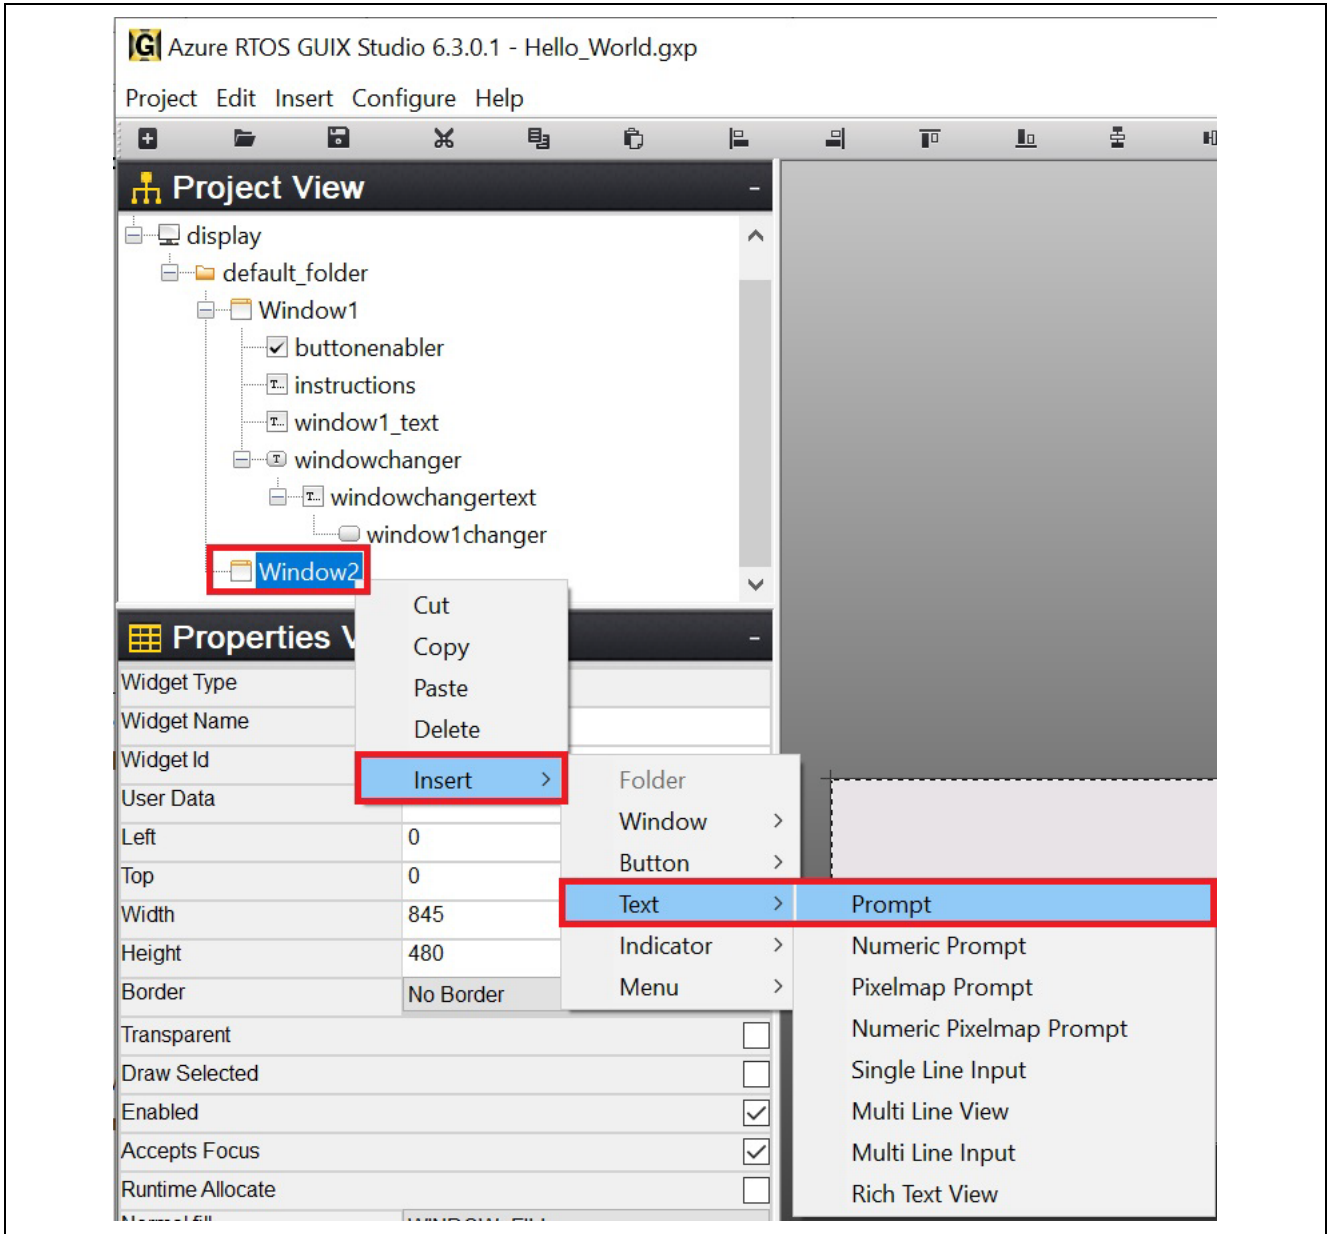

図 64. Window2へPromptを挿入
25. 図 64 のように、Window2 を右クリックし、**Prompt** を挿入します。Insert > Text > Prompt をクリックし